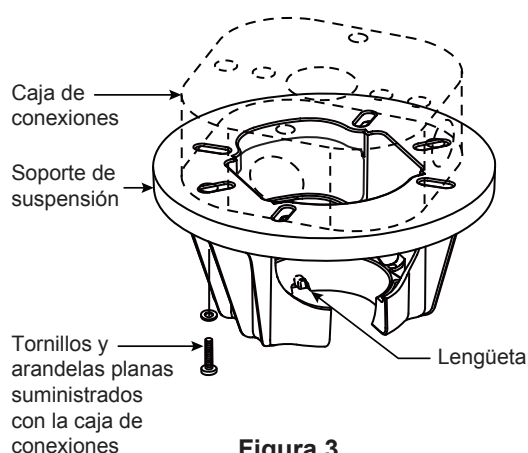
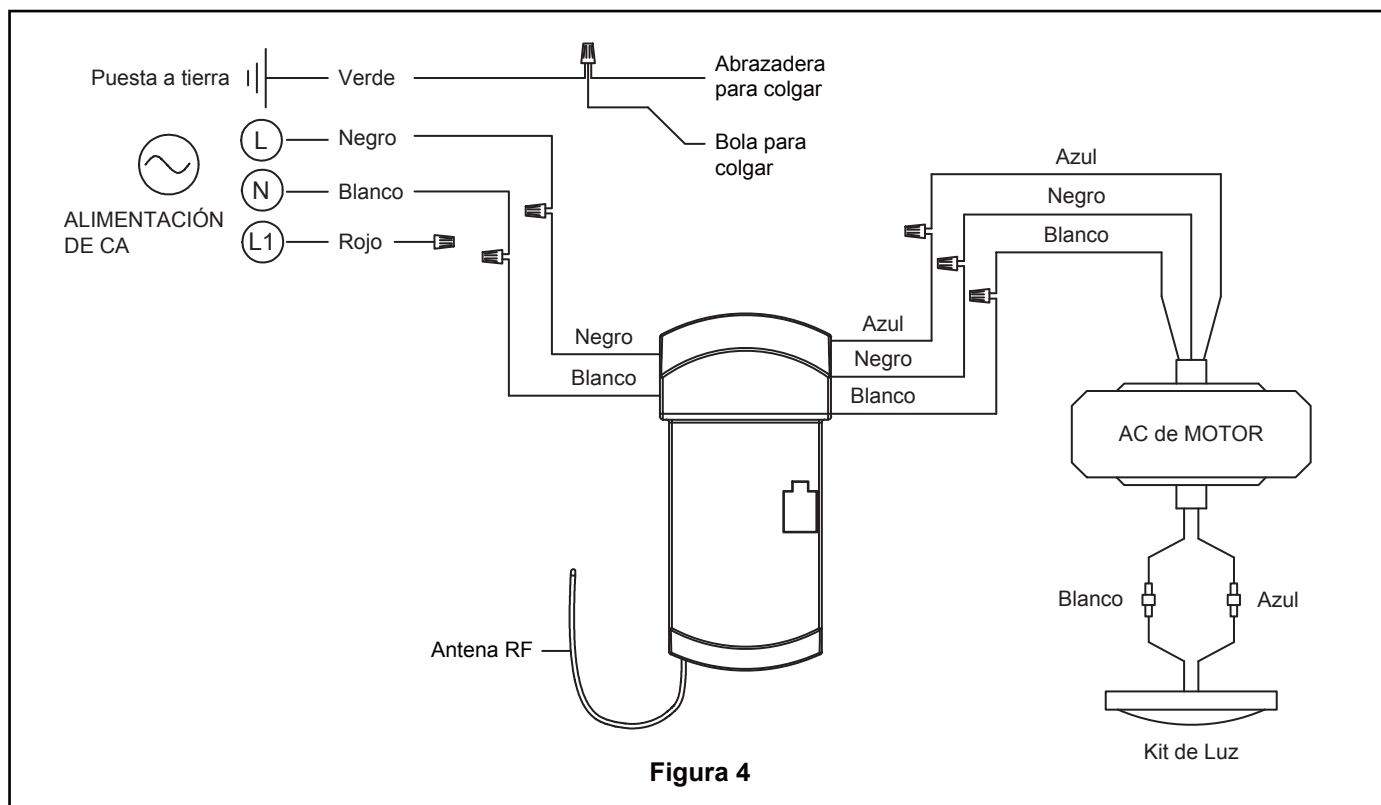

Figura 3
Figura 4
- ☐ **3.** Afloje los dos tornillos de fijación del soporte del barral de soporte para techo a través de la varilla. Introduzca los cables de color negro, blanco y azul a través de la varilla. (Figura 3)
1. Fije bien el soporte de suspensión a la caja de conexiones con los tornillos y las arandelas planas suministrados con la misma. (Figura 3)
NOTA: Se deben pasar los tornillos de la caja de conexiones a través de los orificios que se encuentran en el soporte de suspensión. (Figura 3)
- ☐ 3. Con cuidado, levante el ventilador y apoye la unidad del barral/de la semiesfera en el soporte de suspensión que acaba de fijar a la caja de conexiones. (Figura 4) Asegúrese de que la ranura en la semiesfera esté alineada con el reborde del soporte de suspensión. (Figura 3)
- ☐ 2. Deslice el receptor en el soporte de suspensión antes de realizar el cableado como se muestra en la figura 3.
3. Conecte los conductores verdes de la abrazadera para colgar, bola para colgar y conductor verde del suministro (puesta a tierra) con el conector de cables. Conecte el conductor negro de la unidad receptora marcado "AC IN L" al conductor negro de alimentación con el conector de cables. Conecte el conductor blanco de la unidad receptora marcado "AC IN N" al conductor blanco de alimentación con el conector de cables. Conecte el conductor blanco de la unidad receptora marcado "TO MOTOR N" al conductor blanco del ventilador con el conector de cables incluido con la unidad receptora. Conecte el conductor negro de la unidad receptora marcado "TO MOTOR L" al conductor negro del ventilador con el conector de cables que se adjunta con la unidad receptora. Finalmente, conecte el conductor azul de la unidad receptora al conductor azul de la iluminación del ventilador con el conector de cables que se adjunta con la unidad receptora. Encierre de forma segura el cable de alimentación rojo con el conector de cables. (Figura 4)